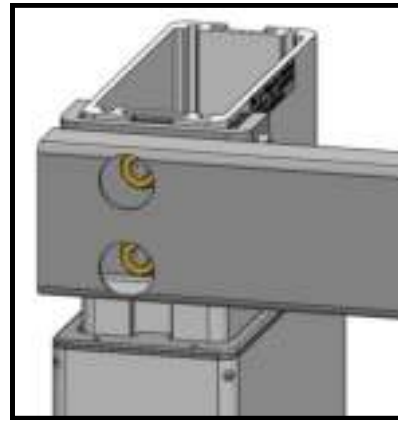

#### Afbeelding 6
- Positioneer de voeten zoals afgebeeld in afbeelding 6.